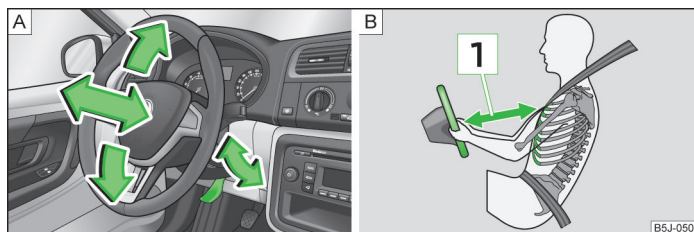

Fig. 85 Volant réglable : manette sous la colonne de direction/distance de sécurité au volant
- Ajustez le volant de façon à ce que la distance entre le volant et le buste soit de 25 cm au moins  » fig. 85 à la page 98. Les airbags ne peuvent pas vous protéger si vous êtes plus près - danger mortel !
- Rabattez la manette sous le volant vers le bas » fig. 85 - A.